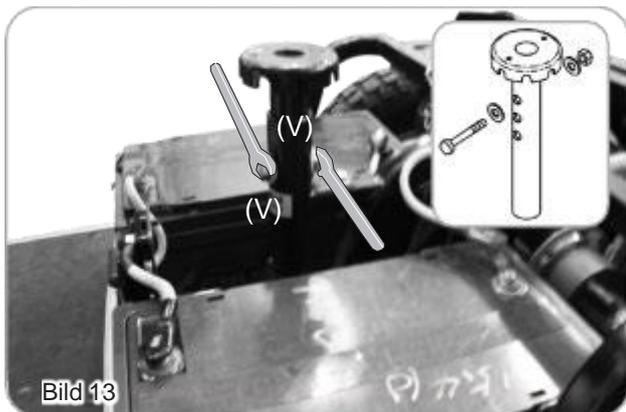

Bild 13
2. Ta bort skruven, muttern och brickan från sitsstolpen (V). (Bild 13)
3. Justera sitsstolpen (V) till önskad höjd och fäst ordentligt med skruv, mutter och brickor. (Bild 13)